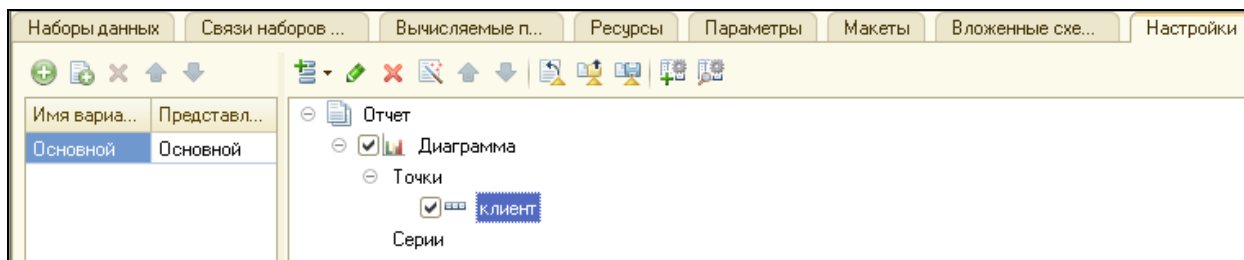

Рисунок 4.55 Добавление группировки по полю клиент
8. Перейти на закладку **Настройки**. Добавить в структуру отчета новую диаграмму. Выделить ветку **Точки**. Добавить в нее группировку по полю **Клиент** (рис.4.55).